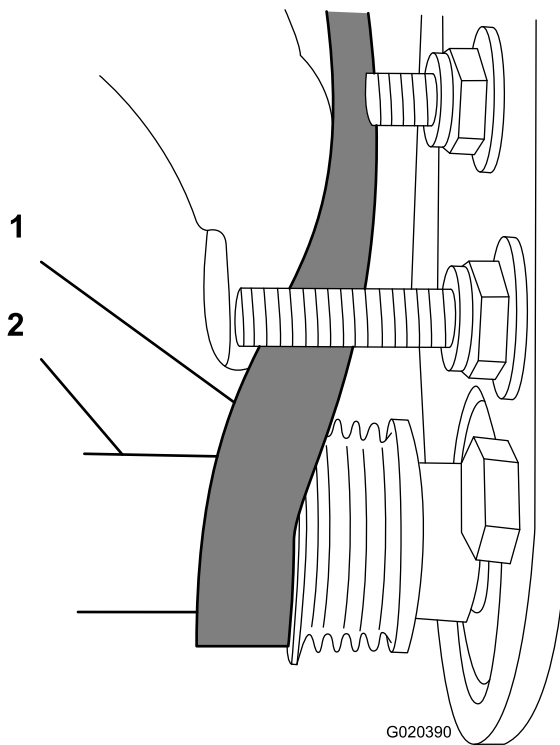

Рисунок 25
- C. Используйте глубокую головку на 9/16 дюйма для вращения щетки в сборе и установки ремня на ведомый шкив (Рисунок 25).